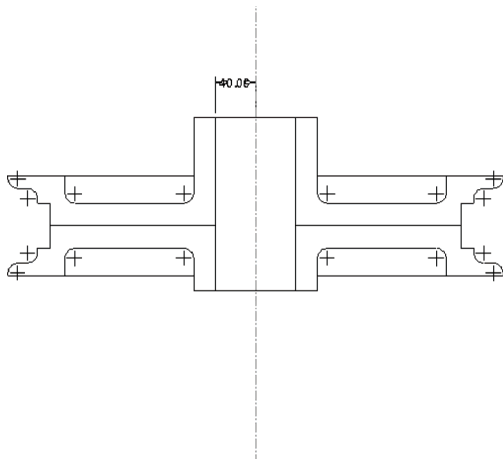

图 3-38 分割草图
STEP 04 单击鼠标中键，即可分割草图，并为图元自动标准，效果如图 3-38 所示。